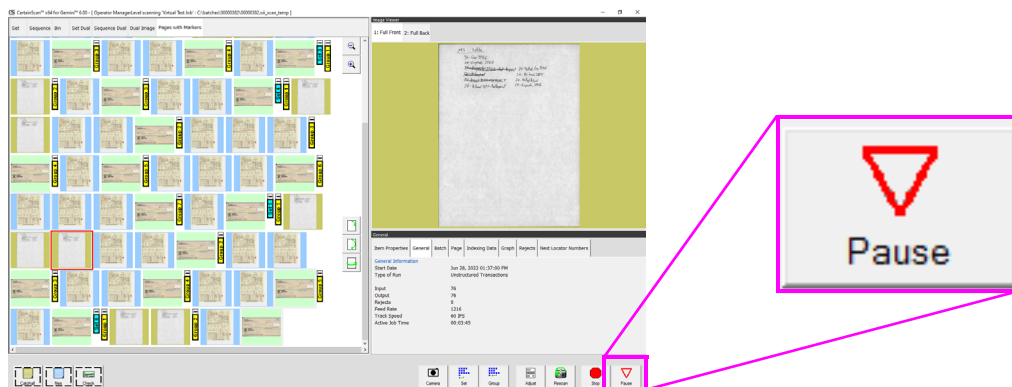

図 4-28 : 一時停止を選択
1. 実行画面（図 4-28）で **Pause**（一時停止）をクリックすると、スロットが青く点滅し始め、**Rescan Feeder**（再スキャンフィーダー）ボタンを押すと、スロットが青く点灯している状態になります。